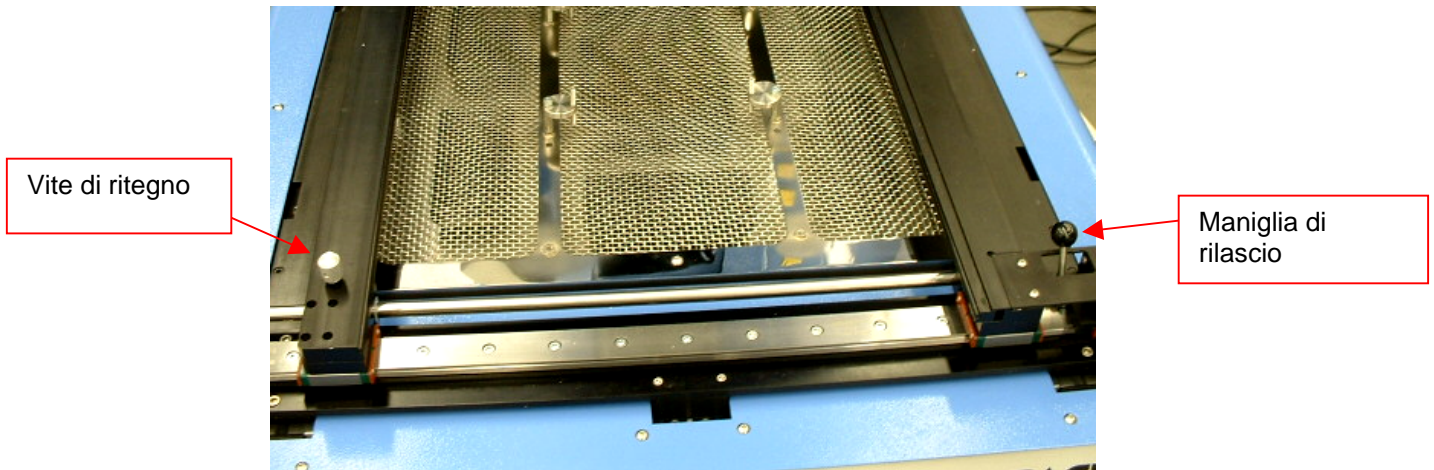

Figura 16
- v. Mettere il PCB tra i bracci sul TF 2500 e serrare la vite di ritegno. (Figura 16)
- viii. La telecamera si estenderà automaticamente all'infuori. (Figura 16)